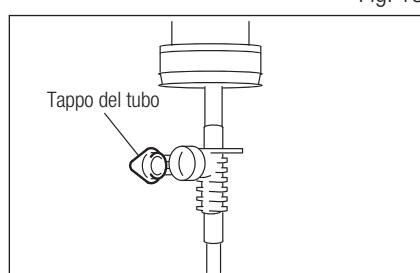

Fig. 14
3) Aprire il tappo del tubo per fare entrare aria nella bottiglia. (Fig. 14).